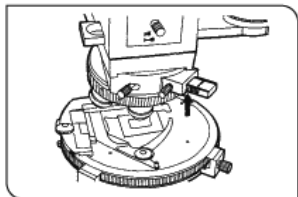

图 4
2. 记录下适配器边缘看见的 U-CWE2 侧面的数值指示。该读数显示了测量点处光程差的大概范围。（箭头指示了位置，图 4）